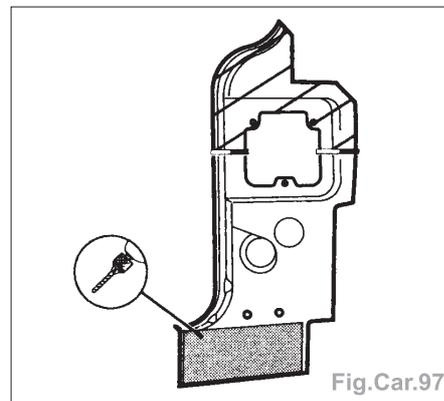

Fig.Car.97
- Percer des trous de 0,7 mm pour le soudage par bouchonnage sous gaz de protection (Fig.Car.97).